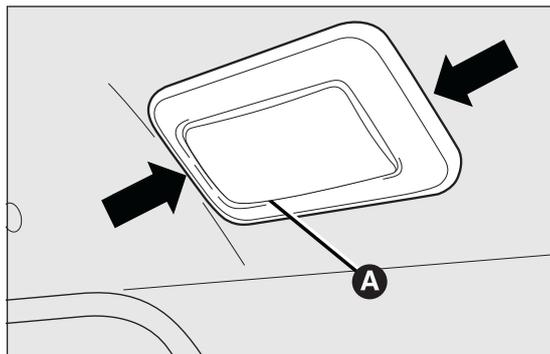

fig. 161
- estrarre la plafoniera A fig. 161 agendo nei punti indicati dalla frecce;